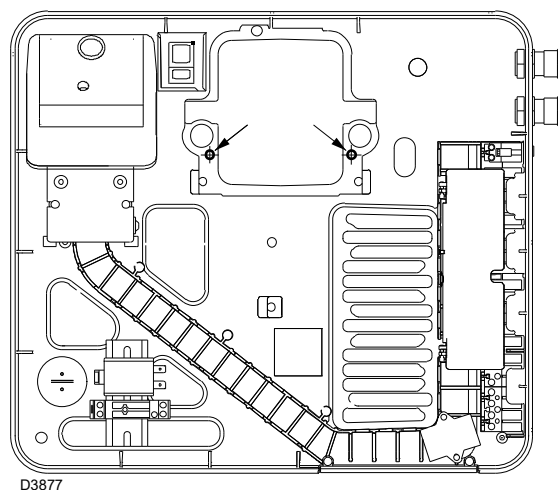
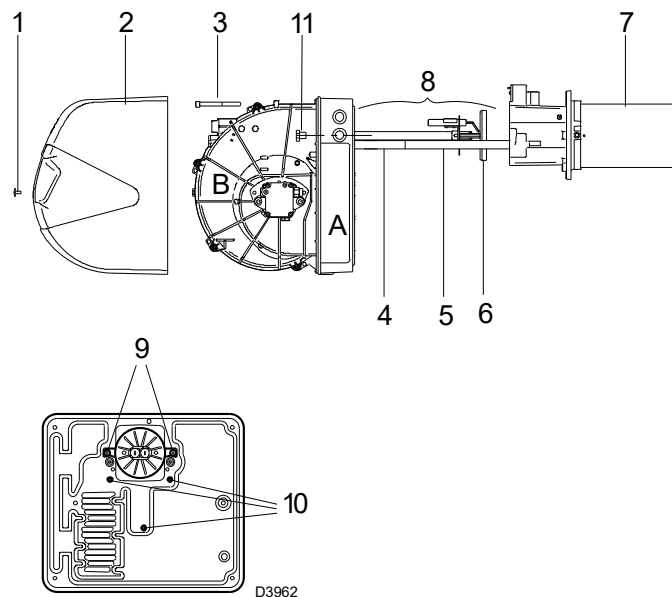

Рис. 29
Рис. 31
Если необходимо выполнить техобслуживание электрощита А)(Рис. 31) достаточно снять узел вентилятора В)(Рис. 31), чтобы получить доступ к электрическим компонентам.
Откройте горелку, как на показано на (Рис. 31), отсоедините кабели электродов и снимите узел головки 8)(Рис. 31), открутив два винта 9)(Рис. 31).
Отсоедините электрические кабели двигателя вентилятора, выкрутите 3 винта 10)(Рис. 31) на защитной пластине и 2 винта 11)(Рис. 31), а затем извлеките узел вентилятора В)(Рис. 31) с направляющих 4)-5)(Рис. 31).
При помощи двух винтов из трех 10)(Рис. 31) закрепите электрощит к трубопроводу в точках, указанных на (Рис. 29), а затем выполните техобслуживание.
- Отверните винт 1) (Рис. 31) и снимите кожух 2).